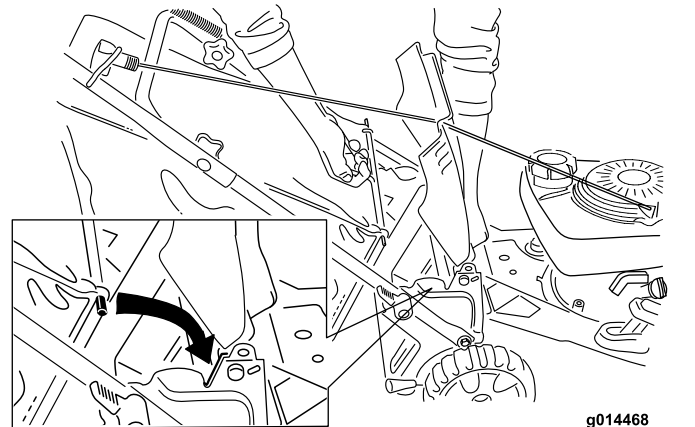

Figura 17
2. Levante y sujete el deflector trasero, instale el recogedor en las muescas y baje el deflector trasero (Figura 17).